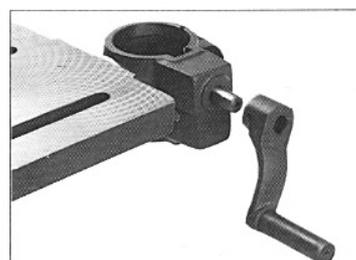

図2-2
(2) ギアシャフトの凹部でネジが止まるように、外側から⑥テーブル上下用ハンドルを差し込み、⑨六角棒レンチ3mmで締めて下さい。図2-2